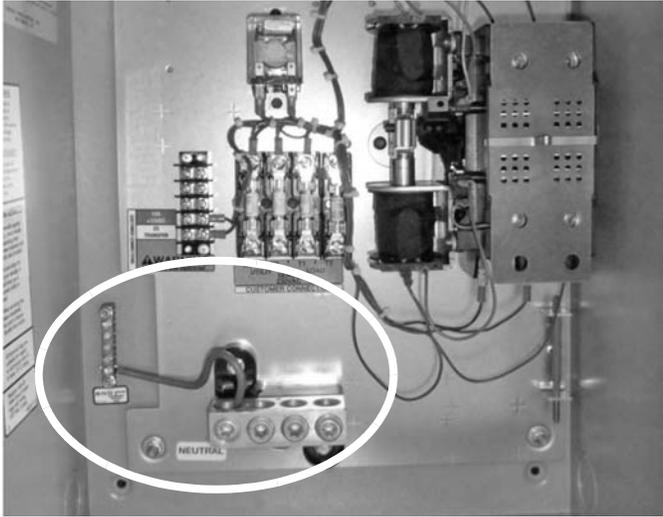

Рис. 2-6.
- Установите навесной провод между поставляемым блоком нейтрали и заземлением (рис. 2-6).